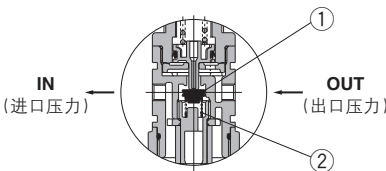

图 2
如果入口压力隔断后排气， 作用于阀①的压力消失。 密封阀①的力量只剩下弹簧②的力量。 在出口压力作用下阀①打开， 出口压力向入口侧排放(图2)。
如果入口压力隔断后排气，单向阀②打开，隔膜室内①的压力从入口侧排放(图2)。因此，隔膜室内①的压力降低，调压弹簧③产生力量。隔膜下压，通过阀杆打开阀④出口压力向入口侧排放(图2)。